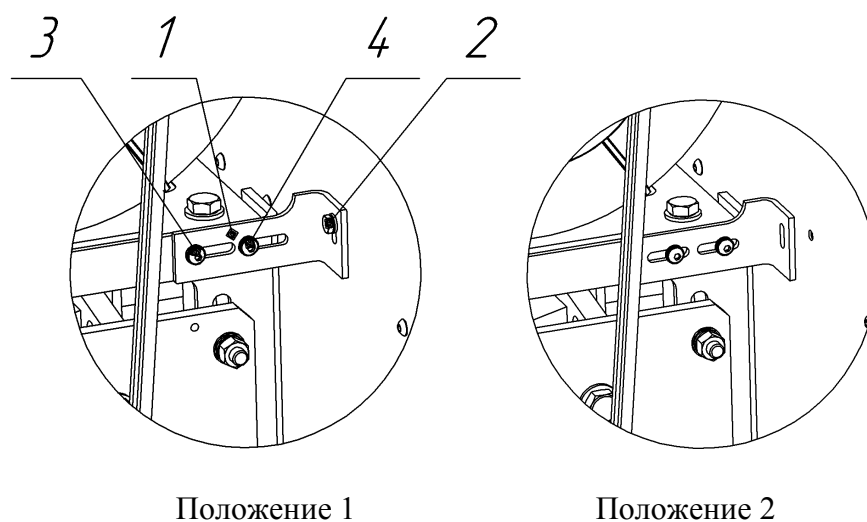

Рисунок 4
- демонтировать транспортировочный кронштейн красного цвета 1 (см. рисунок 4)\*.
Примечание: \*Транспортировочный кронштейн красного цвета 1 (см. рисунок 4) – это уголок, который соединяет основание, на котором закреплены двигатель и спиральный блок, с внутренней перегородкой. Для того чтобы транспортировочный кронштейн не был утерян, его необходимо:
- закрепить кронштейн к основанию винтами 3,4 (см. рисунок 4, положение 2);